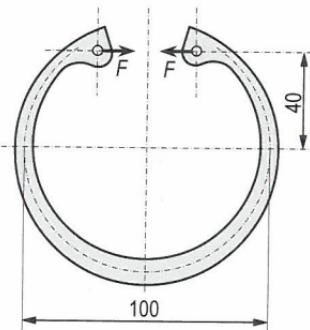

Bild 9.31: Sicherungsring
14. Sicherungsring (Seegerring) für Bohrungen (**Bild 9.31**), der zur Verhinderung der Längsverschiebung einer lose gelagerten Welle dient. $F = 120 \text{ N}$.